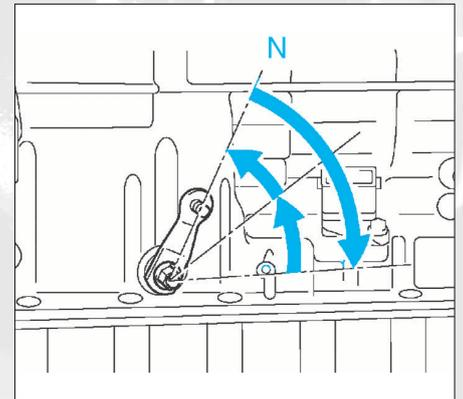

FIG. 25
- Tourner le levier de commande dans le sens horaire jusqu'en butée (fig. 25).